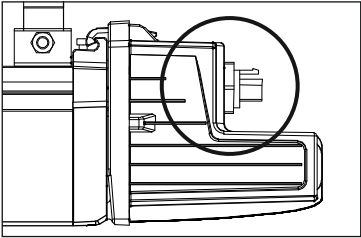

Рис. 2
- 4.13 Подключение светильника производится с помощью коннектора (рис. 2.)